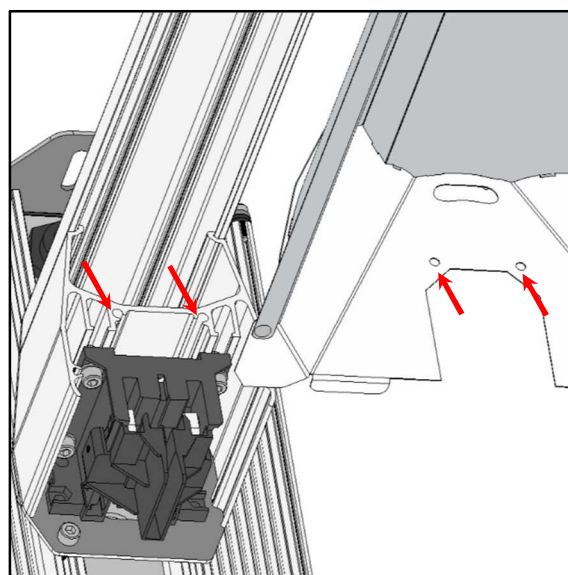

Рисунок 6
3) Вставьте отражатель (5) в ламповый отсек (2), совместив указанные на рис.6 технологические отверстия.